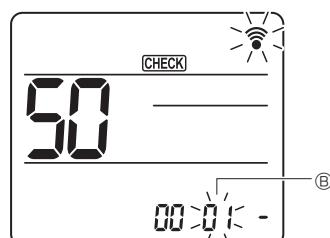

Fig. 6-18
③ Velge en modus
Trykk på **[↓]**-knappen for å stille modusnummer ⑤. (Fig. 6-18)